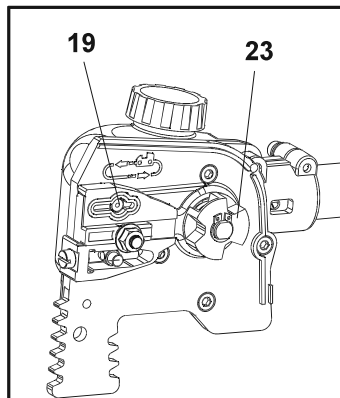

Fig. 62
1. Desmonte a guia (14) e a corrente (15) na ordem inversa à da montagem.
2. Verifique se a porta de lubrificação (19) apresenta obstruções e limpe, se necessário, para garantir a lubrificação correta da guia e da corrente durante a utilização. Utilize um fio suave suficientemente pequeno para inserir no orifício de saída de óleo (Fig. 62).